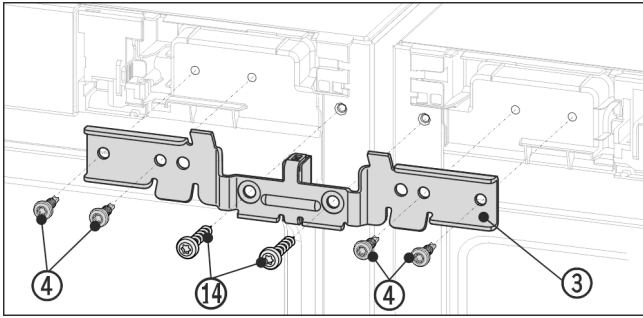

Fig. 10 Beispielhafte Darstellung
- Winkel Fig. 10 (3) mit dem Distanzstück zwischen die Geräte und auf die Zapfen schieben. Den Winkel mit vier Schrauben Fig. 10 (4) und den zuvor herausgeschraubten Erdungsschrauben Fig. 10 (14) abwechselnd rechts und links lose anschrauben.